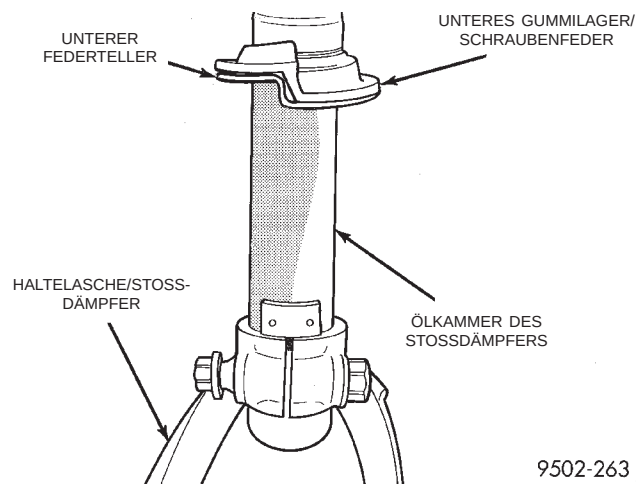

Abb. 96 Unteres Gummilager der Schraubenfeder
(14) Gummilager (Abb. 96) vom unteren Federteller des Stoßdämpfers abbauen.
(15) Prüfen, ob sich die Kolbenstange über den gesamten Weg leichtgängig bewegen läßt.
(16) Oberen Befestigungsflansch und oberen Federteller auf folgende Punkte prüfen:
(17) Bauteile, die nicht in Ordnung sind, vor dem Zusammenbau des Federbeins austauschen.
(2) Das Gummilager der Schraubenfeder (Abb. 96) am unteren Federteller des Stoßdämpfers montieren. Das Gummilager muß gemäß (Abb. 96) ausgerichtet werden.